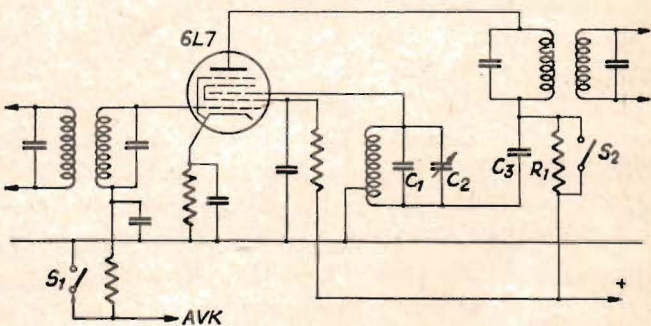

Fig. 1. Beatoscillator och MF-förstärkare.
Förutsättningen är, att den mottagare det gäller, som sista MF-rör har ett 6K7(G) eller motsvarande rör. Genom utbyte av detsamma mot ett 6L7(G) och inkoppling av ett fåtal extra detaljer (se fig. 1) erhålles ett steg som fungerar